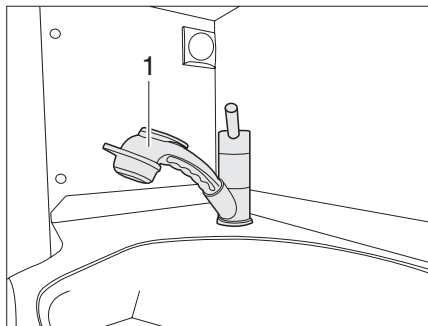

Fig. 102 Diffusore della doccia
- ▶ Estrarre il diffusore della doccia (Fig. 102,1) e farlo svuotare.
- ▶ Per la doccia utilizzare il diffusore (Fig. 102,1). A tal fine estrarre il diffusore della doccia.